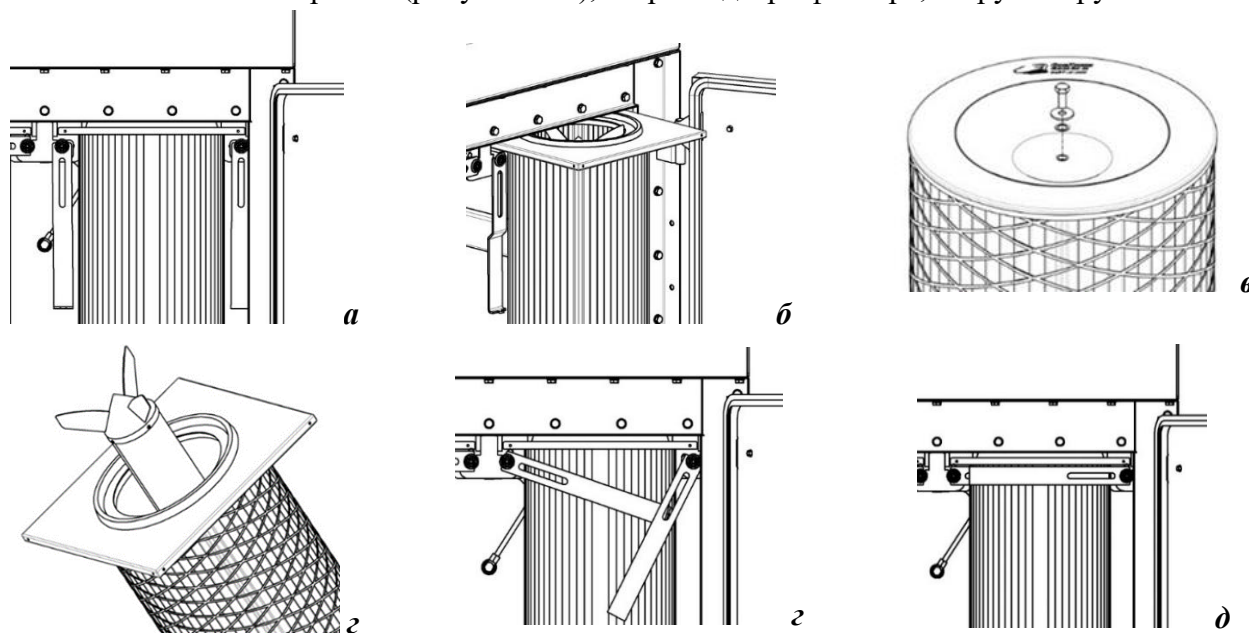

Рисунок 16
1) открыть дверь фильтра, предварительно открутив ручки, повернуть рычаги в положение «открыто», как показано на рисунке 16а, вытащить картриджи (рисунок 16б);
2) открутить на нижней крышке картриджа болт М 8х20 и снять вместе с шайбами, извлечь обтекатель (рисунок 16, в, г), повторить процедуру для оставшихся картриджей;
4) взять новый картридж, собрать с обтекателем, закрепить его болтом М 8х20 с шайбами, повторить действия для оставшихся картриджей, установить картриджи в фильтр, повернуть рычаги в положение «закрыто» (рисунок 16е), закрыть дверь фильтра, закрутить ручки.